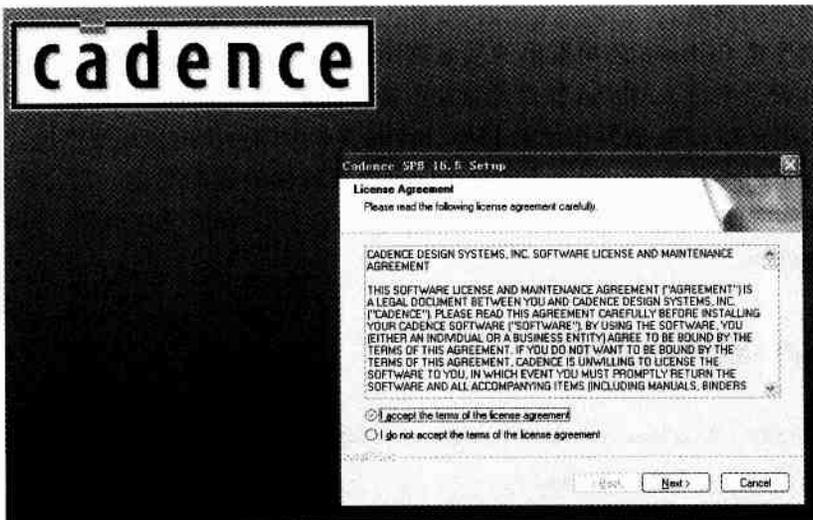

图 1-2 安装协议
3) 在如图 1-2 所示的对话框中，选择 “I accept the terms of the license agreement” 按钮。